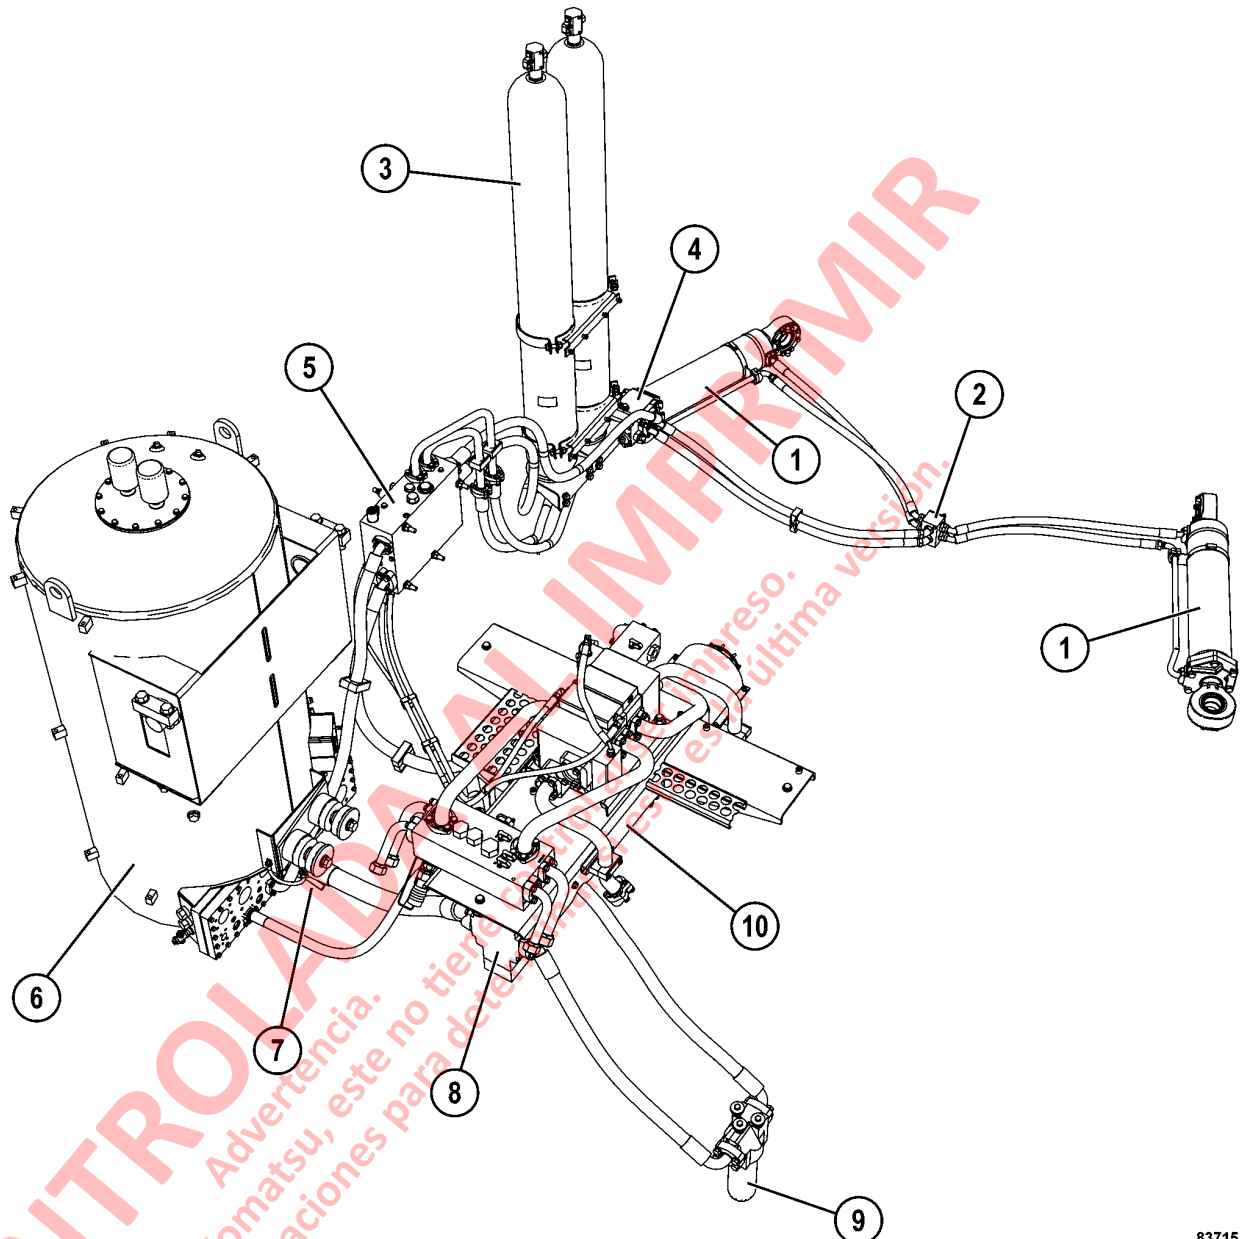
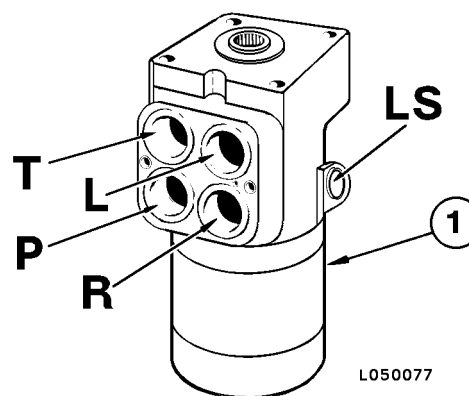

FIGURA 4-1. COMPONENTES DEL SISTEMA DE DIRECCIÓN
FIGURA 4-2. UNIDAD DE CONTROL DE LA DIRECCIÓN
La bomba (8, Figura 4-1) suministra aceite al múltiple de purga (5) después de pasar por el filtro de alta presión (9). Luego, este suministro de aceite pasa al sistema de frenos y al de dirección.
Hay dos acumuladores de dirección (3, Figura 4-1) precargados con nitrógeno montados en el riel del bastidor izquierdo, tras el neumático delantero, los que suministran el aceite suficiente para permitir al operador salir del camino de acarreo y estacionar en un lugar seguro en caso de una pérdida de aceite en el circuito de dirección. La solenoide de purga (6, Figura 4-3) del acumulador de dirección, ubicada en el múltiple de purga, se acciona de forma eléctrica para purgar el aceite hidráulico presurizado desde los acumuladores hacia el tanque hidráulico siempre que coloque el interruptor de arranque en OFF. Este proceso demora aproximadamente 90 segundos.
El múltiple de purga y los acumuladores de dirección suministran aceite al amplificador de flujo (4, Figura 4-1). El amplificador de flujo distribuye el flujo de aceite a los puertos adecuados de los cilindros de dirección según las entradas de la unidad de control de la dirección (1, Figura 4-2) a medida que el operador maniobra el camión.
El aceite que ingresa a la unidad de control de la dirección permanece bloqueado hasta que el operador gira el volante hacia la dirección deseada. Luego, la unidad de control de la dirección envía el aceite hacia el amplificador de flujo, el cual, a su vez, suministra un gran volumen de aceite a los cilindros de dirección (1, Figura 4-1). El aceite hidráulico en los extremos opuestos de los cilindros de dirección retorna a través del amplificador de flujo y del múltiple de purga hacia el tanque hidráulico (6).
La unidad de control de la dirección (Figura 4-2) está montada dentro de la cabina y está directamente acoplada al extremo inferior de la columna de dirección.
El múltiple de purga (5, Figura 4-1) está ubicado en la parte exterior del riel izquierdo del bastidor, justo tras los acumuladores.
Los dos acumuladores de dirección (3, Figura 4-1) son de tipo vejiga con una capacidad de 62 litros (16,5 galones) cada uno. Para llenarlos, utilice la válvula de carga ubicada en el extremo inferior y cargue nitrógeno seco puro a 9700 kPa (1400 psi).
El filtro de alta presión (9, Figura 4-1) filtra el aceite que va hacia los circuitos de dirección y de frenos.